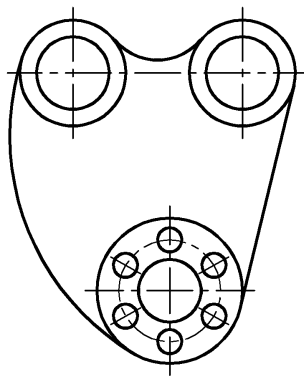

Рис. 90. Итоговый контур
В результате должен получиться контур, показанный на рис. 90.
2. На созданный контур (см. рис. 90) нанести необходимые размеры: диаметры окружностей, радиусы сопряжений, расстояния между осевыми линиями. Более подробная информация о способах нанесения и редактирования размеров приведена в п. 3.10 данного пособия. Завершенный вид работы представлен на рис. 80.